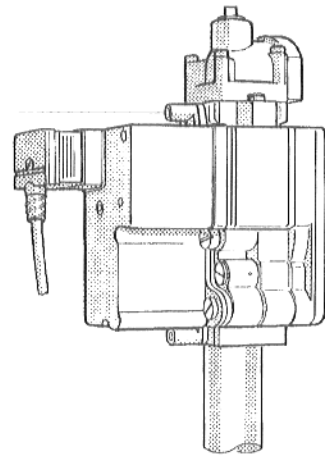

Abb. 19: Gasbrennerarmatur "BM" 762-012
- Lösen Sie die Verschlußschraube des Prüfnippels für Anschlußdruck an der Gasbrennerarmatur (Abb. 19 bzw. 20) zwei Umdrehungen.